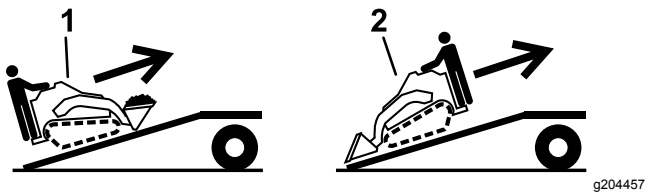

Bild 19
5. Fahren Sie beim Verladen auf den Anhänger mit dem schweren Ende der Maschine auf die Rampe und befördern Sie Lasten niedrig (Bild 19).
1. Senken Sie die Rampe ab (Bild 19).